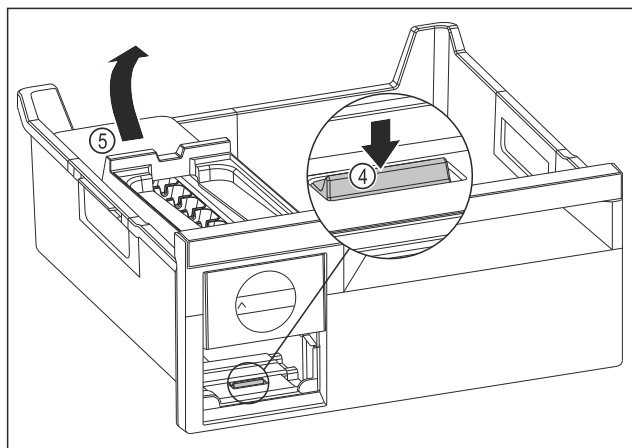

Fig. 141
- EasyTwist-Ice-corpus wegnemen: Strip Fig. 141 (4) met uw vinger omlaag drukken en gelijktijdig met de andere hand de EasyTwist-Ice-corpus Fig. 141 (5) van achteren optillen.